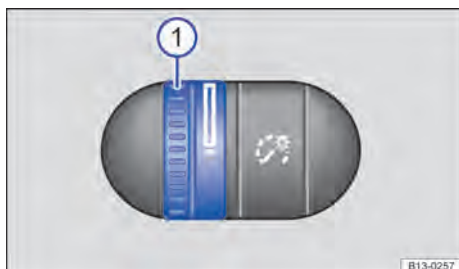

Fig. 86 Ao lado do volante: regulador da regulação da iluminação dos instrumentos e dos interruptores.
Dependendo da versão do veículo a luminosidade da iluminação dos instrumentos e dos interruptores com luz ligada pode ser regulada por meio do giro do regulador → Fig. 86 ① sem escalas.